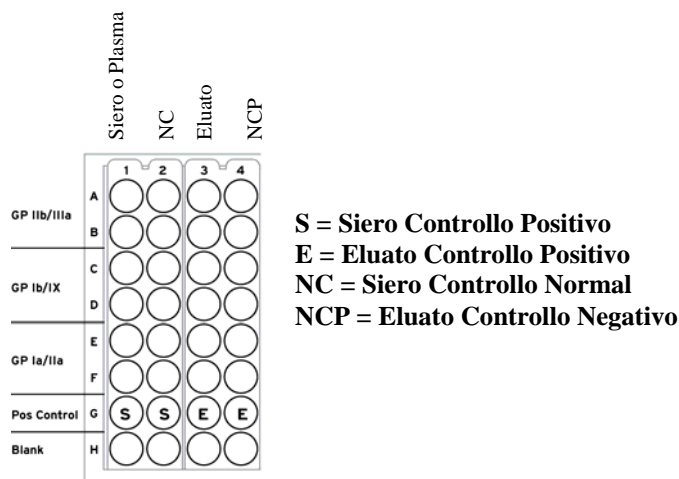

Figura 1
12. Dispensare  $50\ \mu\text{L}$  di eluato, controlli o siero campione diluiti nei pozzetti di una colonna come indicato nella Figura 1.